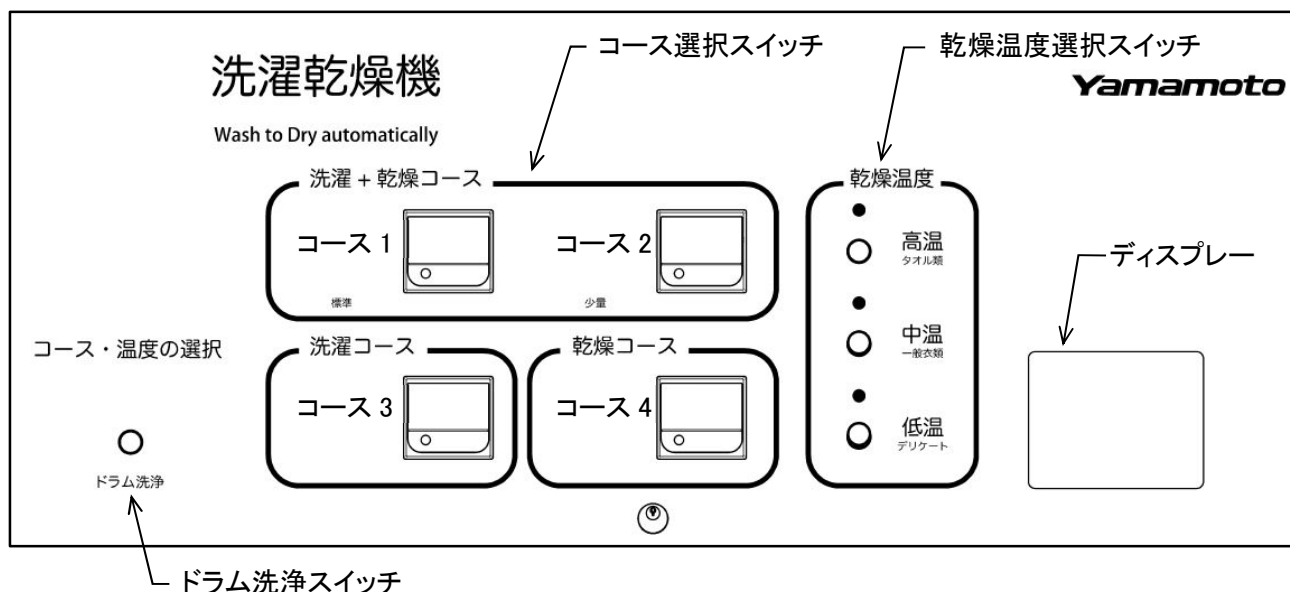

図 7-1
7. 1. 1 操作パネルの説明（図 7-1）
- 2) コース選択スイッチを押し、コースを選択します。（図 7-1）